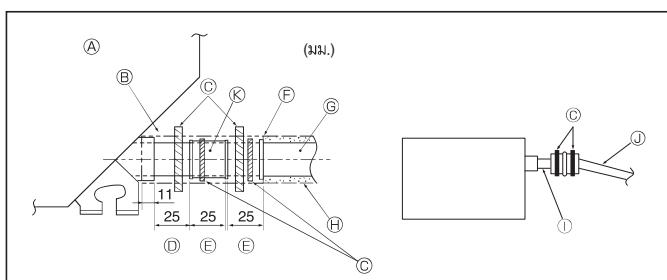

Fig. 5-2
- ต่อช้อนต่อท่อทึบ (ให้หมายเหตุกับเครื่อง) เรากันช่องระบายน้ำ (Fig. 5-2)